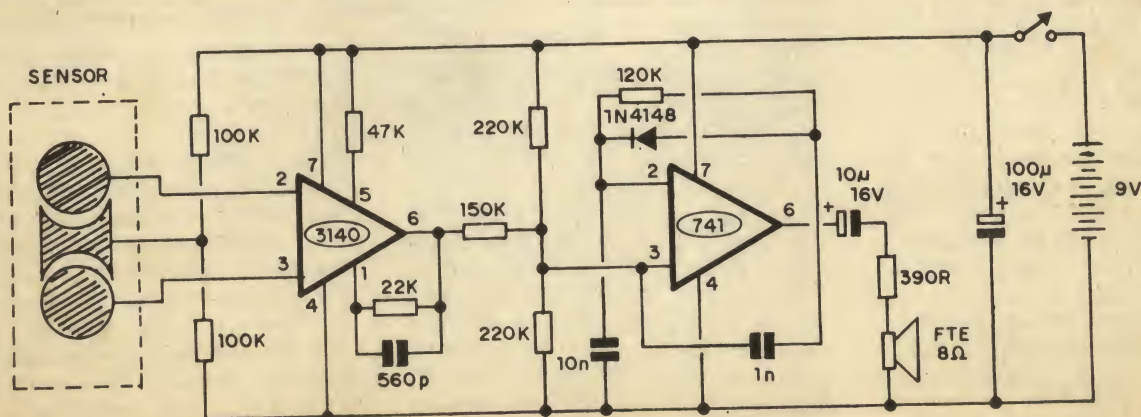

Fig. 1
- FIG. 1 - O CIRCUITO - Uma análise mais objetiva do circuito do CAFA, sugere observarmos o diagrama "de